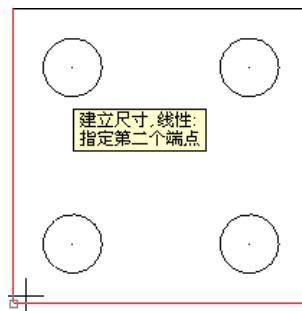

图 5-23 选取标注尺寸的第一个端点
- 03 根据系统提示“建立尺寸，线性：选择第二个端点”，移动光标捕捉绘图区内左下角的端点，并单击鼠标左键，如图 5-23 所示。